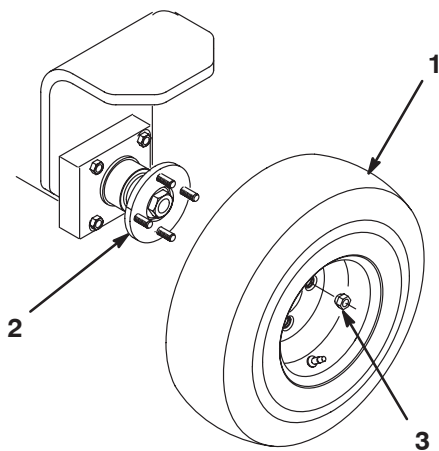

Bild 1
1. Montieren Sie die Radbaugruppe auf der Hinterradnabe (Bild 1).
2. Montieren Sie die Muttern (Bild 1) und ziehen Sie sie auf 3 bis 5 Nm an.